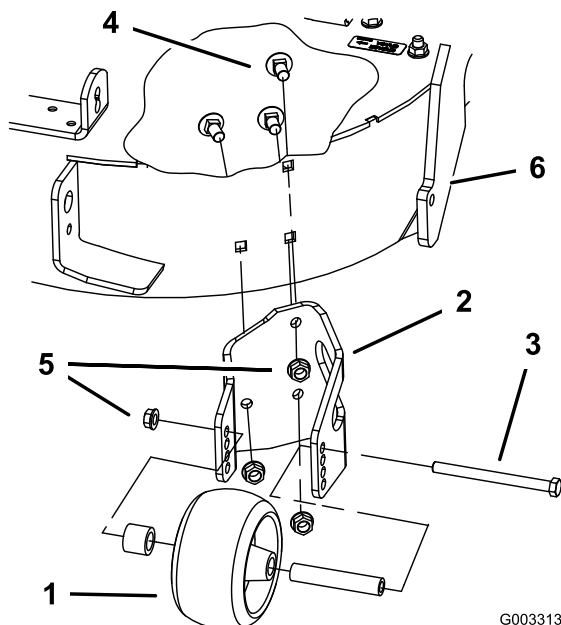

Figura 4
2. Retire el rodillo protector del césped del soporte aflojando y retirando la tuerca con arandela prensada (3/8 pulgada) y el perno del eje (3/8 x 4-1/2 pulgadas), según se muestra en Figura 4. Guarde todos los herrajes para su uso posterior.
3. Retire los tres pernos de cuello cuadrado (3/8 x 3/4 pulgada) y las tuercas con arandela prensada (3/8 pulgada) que sujetan el soporte al cortacésped (Figura 4). Guarde todos los herrajes para su uso posterior.